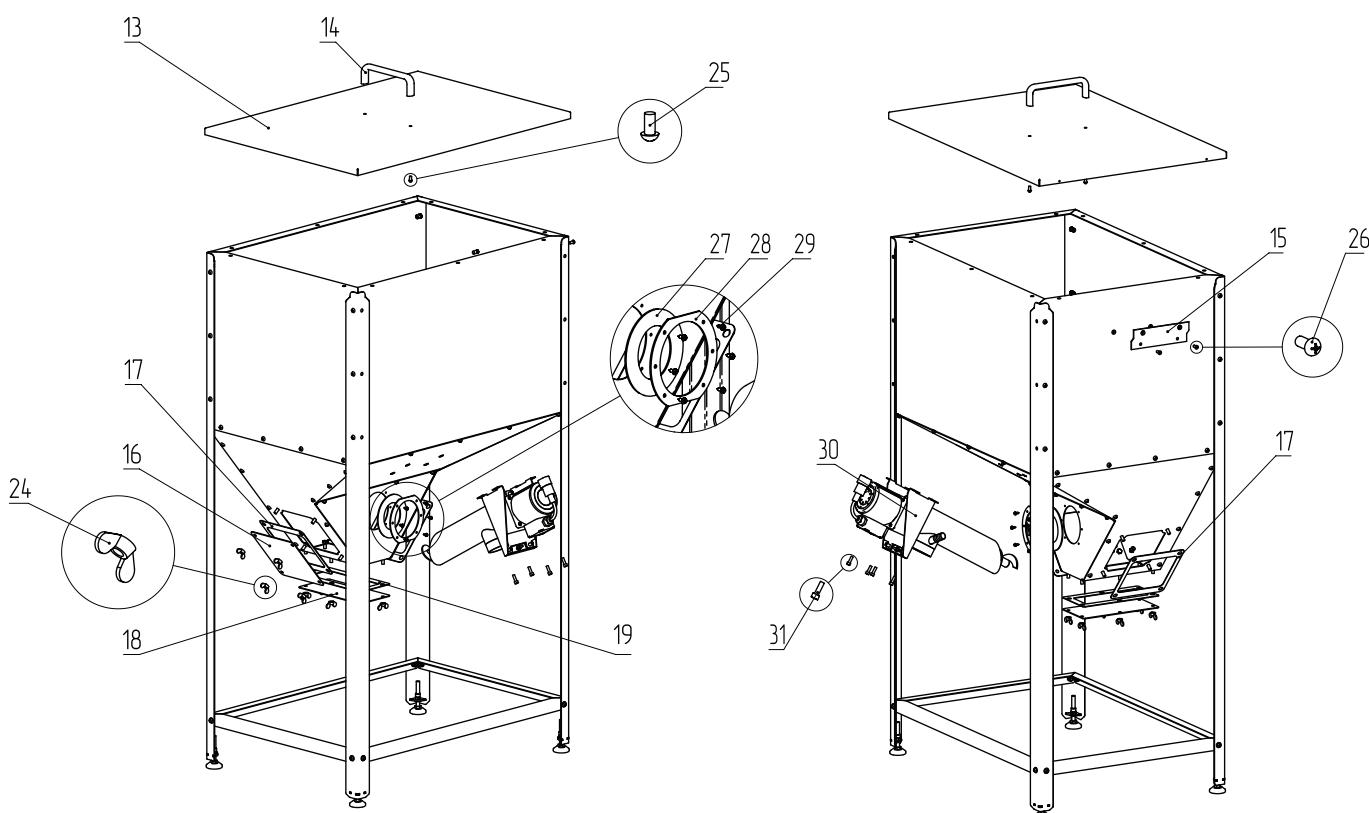

Рис.13 Порядок сборки бункера
1. Установите прокладку механизма подачи (верхнего) (**Рис.13, поз.27**) и пластину прокладки механизма подачи (верхнего) (**Рис.13, поз.28**);
2. Зафиксируйте их саморезами (**Рис.13, поз.29**);
3. Установите механизм подачи (верхний) (**Рис.13, поз.30**);
5. Установите прокладки прочистых лючков (**Рис.13, поз.17, 19**) в нижней части бункера и на стенку бункера наклонную переднюю (**Рис.13, поз.2**);
6. Установите лючки прочистные (**Рис.13, поз.16, 18**);
7. Зафиксируйте лючки гайками (**Рис.13, поз.24**);
8. Установите кронштейн подвеса системы охлаждения топливопровода (**Рис.13, поз.15**) на стенке бункера верхней задней (**Рис.13, поз.7**);
9. Зафиксируйте кронштейн винтами (**Рис.13, поз.26**), как показано на **Рис.13**;
10. Прикрутите ручку (**Рис.13, поз.14**) к крышке бункера (**Рис.13, поз.13**) винтами (**Рис.13, поз.25**);
11. Наденьте крышку на бункер, как показано на **Рис.13**;